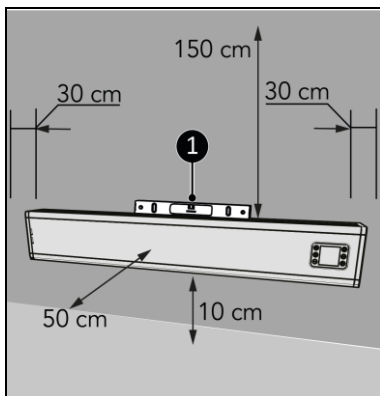

Figura 9
1. Așezați dispozitivul pe o suprafață verticală și solidă. Utilizați o nivelă cu bulă de aer când așezați dispozitivul (Figura 9, poz. 1).
2. Montați dispozitivul la o distanță minimă de (Figura 9):